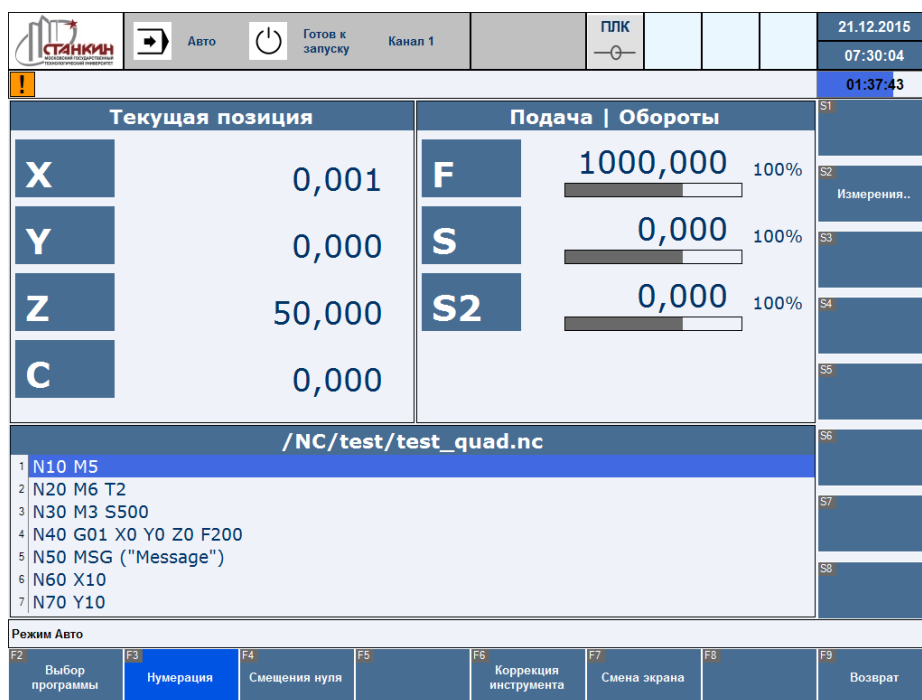

Рисунок 32 – Вид экрана «Укрупнённый»
- Укрупнённый (частичное изображение информации, но с крупными шрифтами, Рисунок 32):